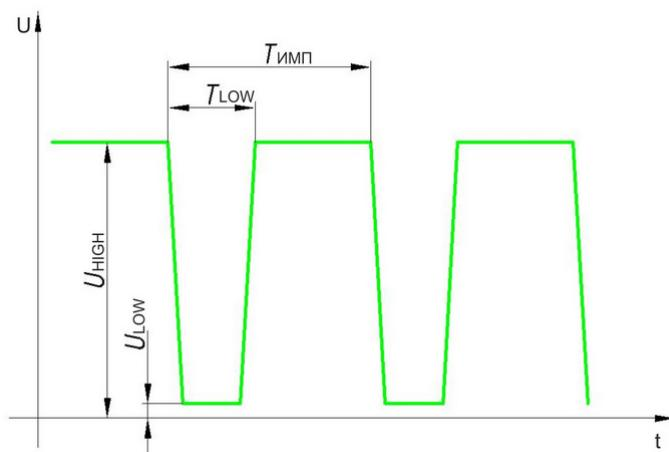

Рис. 2. Вид выходного сигнала **EUROSENS X P(PH) Z V**(Характеристики приведены в таблицах 10,11),
Вид и характеристики выходных сигналов **EUROSENS X P(PH) Z V** приведены на рис. 2,3 и таблицах 10,11(см. ниже). Характеристики цифровых выходных сигналов **EUROSENS X RS Z V** соответствуют заданным в изделии цифровым протоколам.